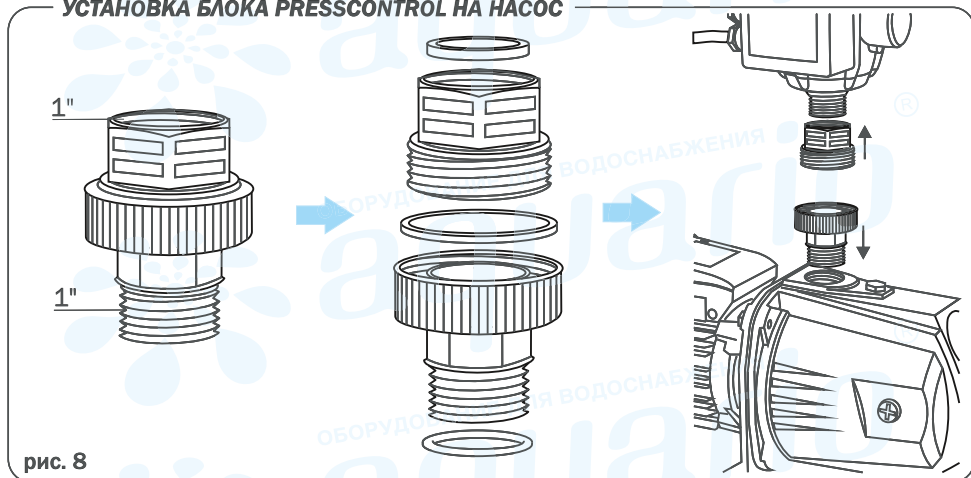

рис. 8
- Установить блок управления на насос как показано на рис.8. Для удобства монтажа можно использовать входящий в комплект поставки разъемный фитинг с резиновыми уплотнительными кольцами.